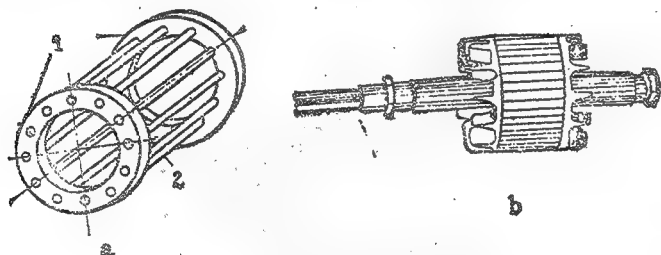

图2 鼠笼形转子
0.35—0.5毫米的圆形硅钢片迭压而成，固定在转轴上，作导磁用。在转子铁芯的外圆上，均匀地冲有嵌放转子绕组的槽。鼠笼型转子绕组是在每个槽中装一根导条，在伸出铁芯两端的槽口处，用两个端环分别把所有导条的两端都联接起来。如果去掉铁芯，整个绕组的外形好似一个鼠笼，见图2。中、小容量的鼠笼型电动机，一般多采用铸铝转子，铸铝转子的导条、端环及风扇叶片可以一起铸出。